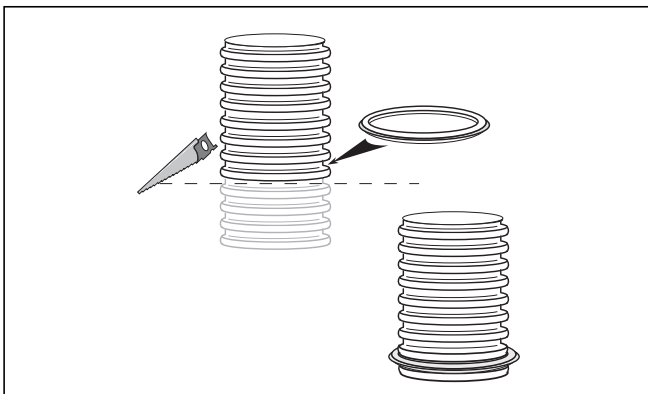

Abb. 4.55 Flexible Abgasleitung kürzen und Dichtung montieren
- Anschließend montieren Sie die Dichtung in der untersten unbeschädigten Rille der Abgasleitung (→ **Abb. 4.55**).